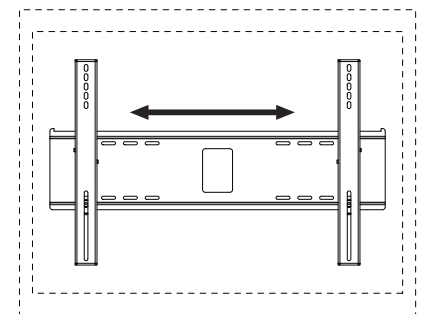

Abbildung 7.2
Bildschirmeinstellung: Der Bildschirm kann horizontal verstellt werden, indem die Sicherheitsschraube mit einem Inbusschlüssel (L) um drei volle Umdrehungen gelöst wird. Stellen Sie den Bildschirm wie in Abbildung 7.2 dargestellt ein. Ziehen Sie die Sicherheitsschraube an.